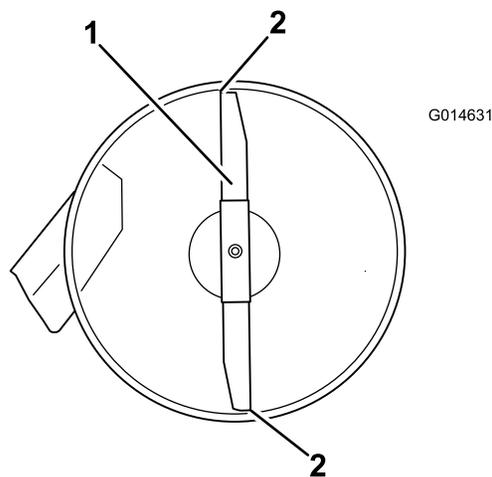

Figura 52
- Gire cuidadosamente las cuchillas colocándolas en el sentido de avance de la máquina (Figura 52).
- Mida entre la punta de la cuchilla delantera y la superficie plana y entre la punta de la cuchilla trasera y la superficie plana (Figura 52).
- Después de realizar el ajuste, compruebe de nuevo la inclinación longitudinal, y siga ajustando la tuerca hasta que la punta de la cuchilla delantera esté entre 1,6 y 7,9 mm más baja que la punta de la cuchilla trasera (Figura 52).